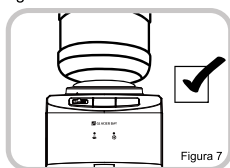

Figura 7
3. Levante el botellón e insértelo en la sonda. Aplique una ligera presión hasta que el taco dentro del tapón se introduzca y el botellón quede asentado. (Figura 7) El agua comenzará a fluir hacia los depósitos.